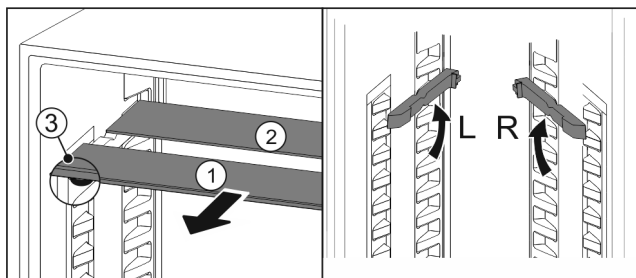

Fig. 117
- ▶ Skleněné desky jednotlivě vytáhněte dopředu Fig. 117 (1).
- ▷ Skleněná deska Fig. 117 (1) s ozdobnou lištou leží vpředu.
- ▷ Zarážky Fig. 117 (3) směřují dolů.